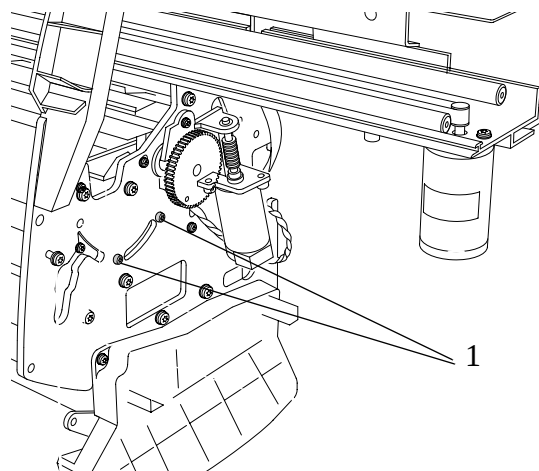

図 79 : センタ ガイド右側のネジ
- 4 センタ ガイドの右側を固定している右のサイド プレートから、2本のT-15のネジを取り外します (図79参照)。